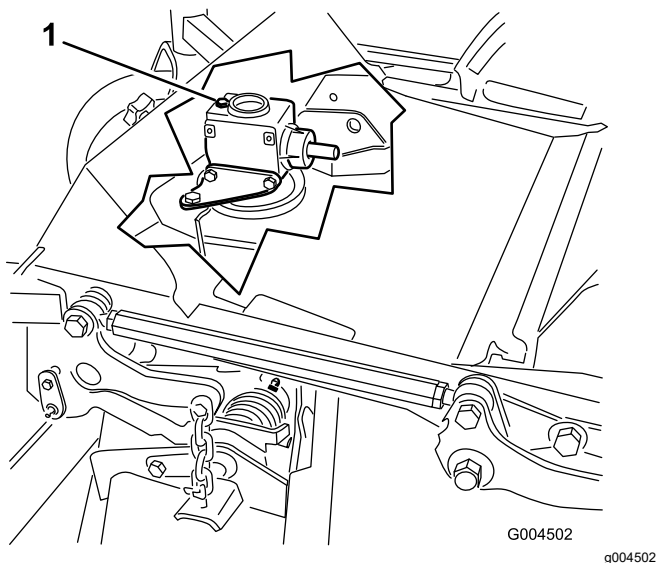

Figura 30
6. Retire la varilla/ tapón de llenado de la parte superior de la caja de engranajes y asegúrese de que el lubricante está entre las marcas de la varilla (Figura 30).
6. Retire el tapón de llenado/varilla de la parte superior de la caja de engranajes (Figura 30).